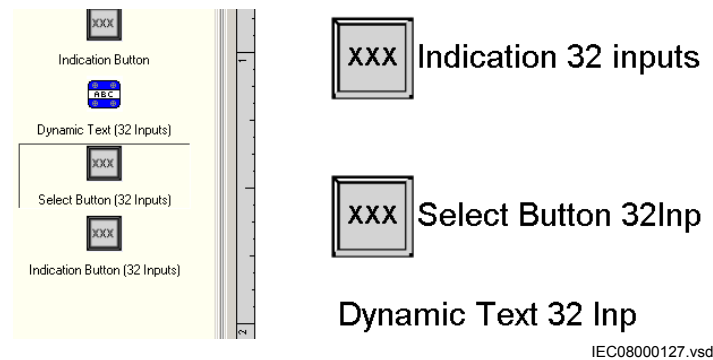

Figure 54: Editeur graphique : Symboles de texte dynamique
- Sélectionner *Dynamic Text* et *Indication* pour afficher le texte avec la valeur actuelle du bloc fonctionnel, voir Figure 54.